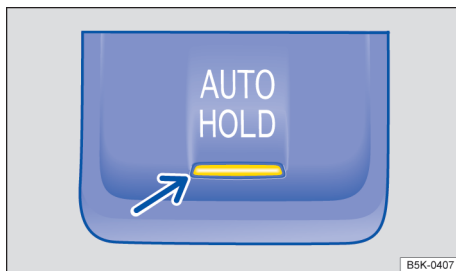

Fig. 125 No console central: botão do Auto Hold.
- Pressionar o botão . A luz de controle no botão → Fig. 125 se acende em amarelo. O Auto Hold está pronto para funcionamento, porém o veículo não é obrigatoriamente mantido parado → .
- Pressionar o botão → . A luz de controle no botão → Fig. 125 se apaga.